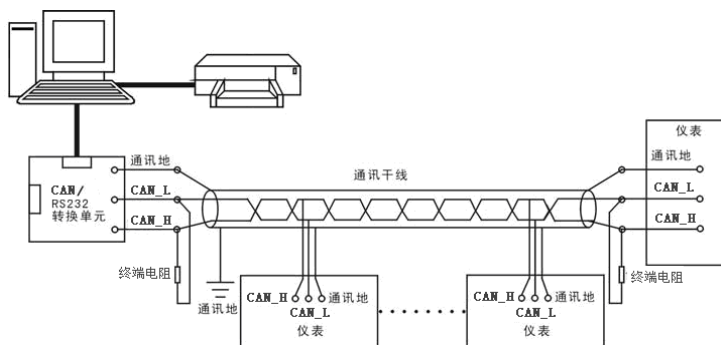

图 28 CAN 通讯接线方法
- ◆ 本带打印无纸记录仪的 CAN 通讯线采用屏蔽双绞线，其一端通过 RS-232/CAN 转换模块接到计算机的串行通信口，另一端接到记录仪通讯端子，其连接方式如图 28 所示：